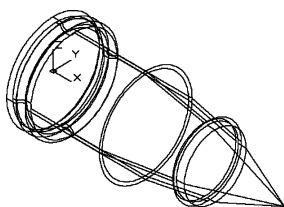

图 13-51 弹头旋转后的图形
(1) 单击“默认”选项卡“绘图”面板中的“多段线”按钮, 绘制子弹弹头的轮廓线。起点为: (150,0), 其余各点分别为: (100,0), (@ 0,20), (@ 5,0), (150,0)。
(2) 单击“三维工具”选项卡“建模”面板中的“旋转”按钮, 把弹头的轮廓线旋转成子弹弹头的实体轮廓。选择上步绘制的轮廓线, 将其绕由 (150,0), (200,0) 两点构成的轴线旋转, 结果如图 13-51 所示。